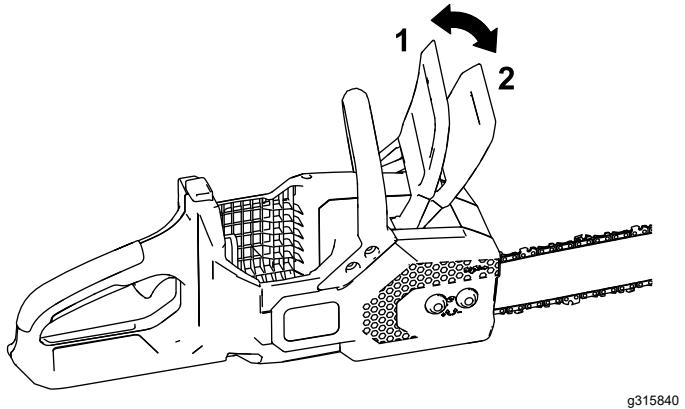

Figure 28
2. Engagez le frein de chaîne en l'actionnant vers avant, à la position d'ARRÊT (Figure 28).
4. Désengagez le frein de chaîne en l'actionnant vers l'arrière à la position MARCHE (Figure 28).
4. Vérifiez que le frein de chaîne est en position de MARCHE (Figure 28).